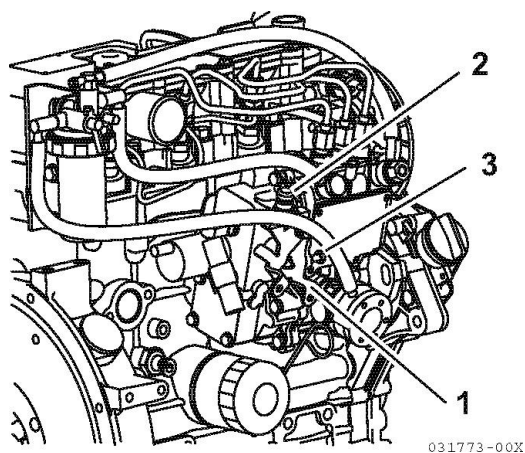

Рисунок 11
1. Проверьте, имеет ли рычаг регулятора (1, рисунок 11) жесткий контакт с винтом ограничения высоких оборотов холостого хода (2, рисунок 11) и с винтом ограничения малых оборотов холостого хода (3, рисунок 11), когда блок контроля числа оборотов двигателя находится в положении максимальной скорости или в положении малых оборотов холостого хода.